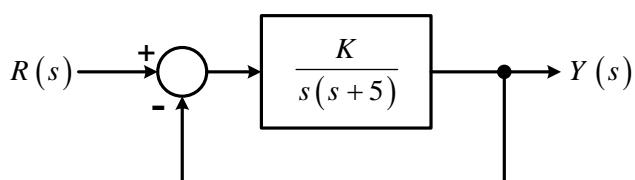

Figura 3
4. Considere o sistema de controle da Figura 3.